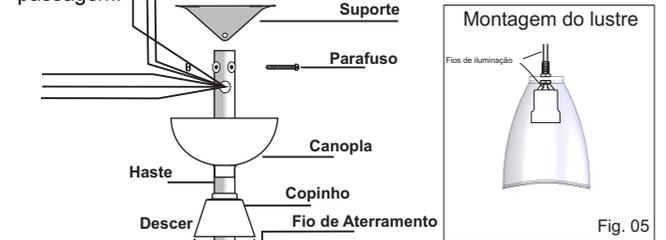

Fig. 05
- Encaixe a bucha (13) no lado da haste que tem o furo menor (os furos da bucha e da haste devem estar alinhados). Coloque as borrachas compensadoras no lado da haste que tem o furo maior conforme fig.05. Encaixe a haste no eixo do motor alinhando os furos, em seguida, passe o parafuso (16), já com o fio de aterramento e arruela dentada através da haste fixando-o com a porca (20). Conforme fig. 3 e 4. Passe os fios do motor, de iluminação e de aterramento pelo interior da haste através das aberturas de passagem.